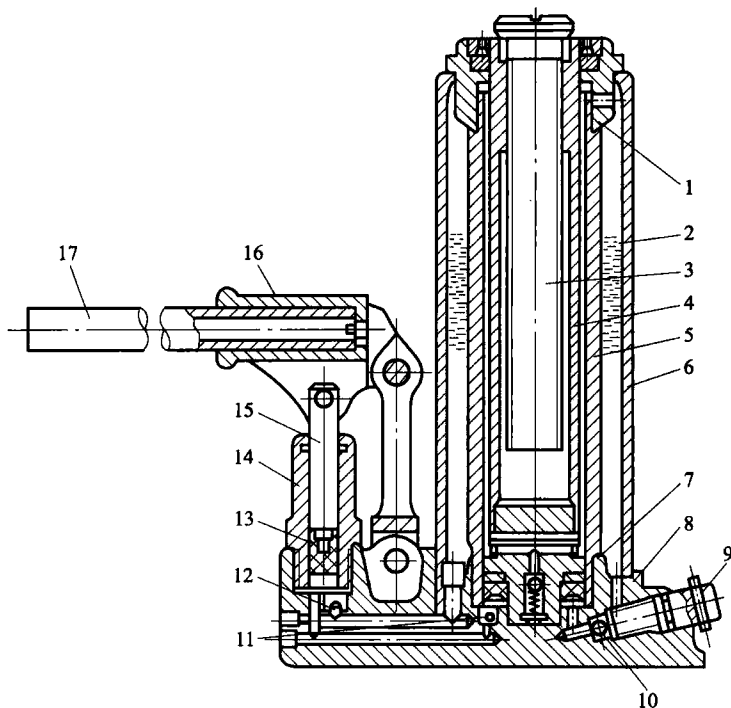

图 1—1 油压千斤顶的结构
(1) 千斤顶。千斤顶是一种简单的起重工具，主要用于机械安装工作，机修钳工也可用它拆卸和装配设备中过盈配合的零件，如大型设备的滑动轴承等。千斤顶体积小，操作简单，使用及维修方便，按结构形式的不同，可分为齿条式千斤顶、螺旋式千斤顶和油压式千斤顶 3 种，目前常见的是油压式千斤顶，其结构如图 1—1 所示。
(2) 手动葫芦。手动葫芦分为手拉葫芦和手扳葫芦两种，如图 1—2 所示。它是一种操作简单、携带方便的起重机械，一般适用于小件的吊装。